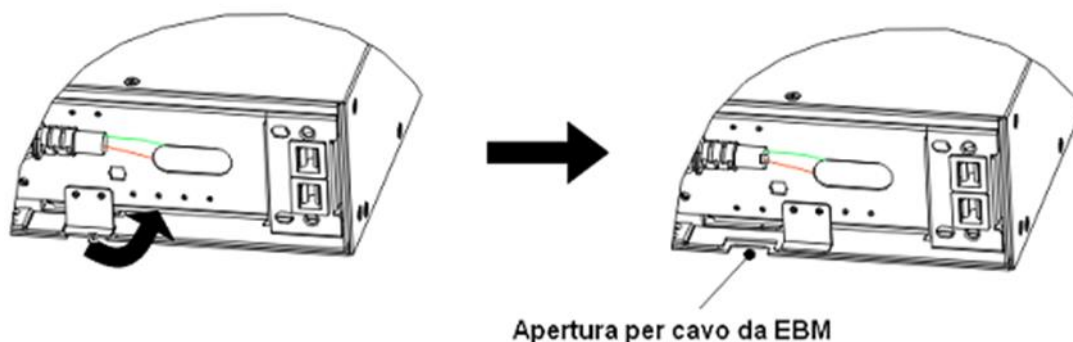

Figura 9
b) Rimuovere il blocco relativo al passaggio dei cavi batterie dell'UPS (vedi Figura 9).